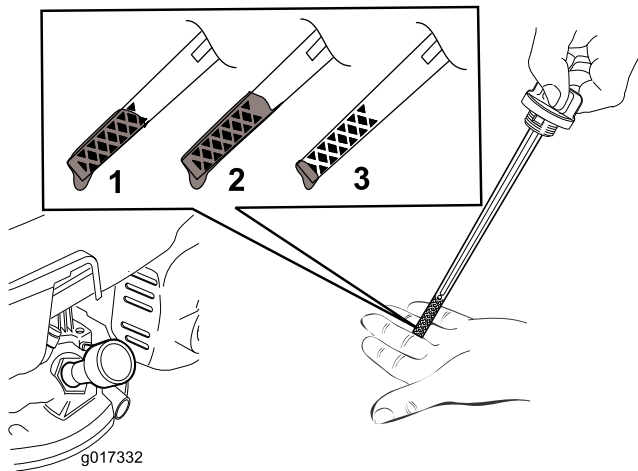

Figura 12
5. Para determinar el nivel de aceite correcto, consulte Figura 12.
Nota: Llene el cárter del motor con aceite hasta que la varilla indique que el nivel del aceite del motor es correcto, según se muestra en Figura 12. Si usted llena demasiado el motor, vacíe el exceso de aceite según se indica en Cómo cambiar el aceite del motor \(página 17\).